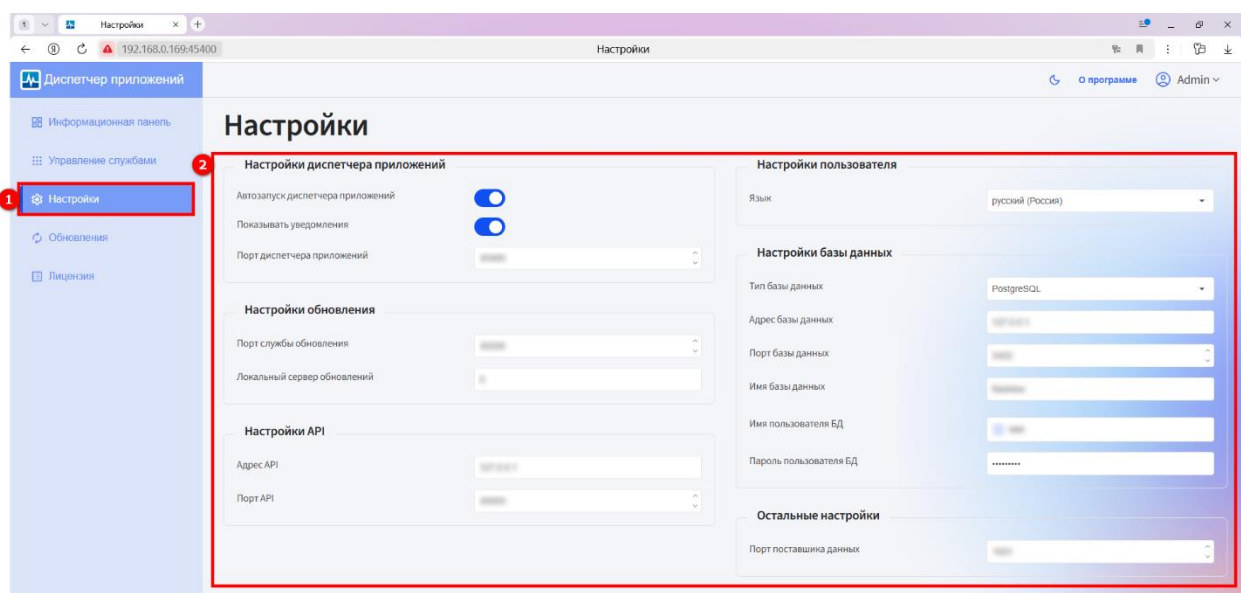

Рисунок 13 – Диспетчер приложений – Настройки RadioAccess 4
Вкладка **Настройки** (1) (см. рисунок 13) содержит информацию о настройках (2), а также позволяет внести изменения, в том числе в настройки адреса администратора приложения и адреса БД, а также выбрать тип базы данных (MSSQL Server или PostgreSQL).